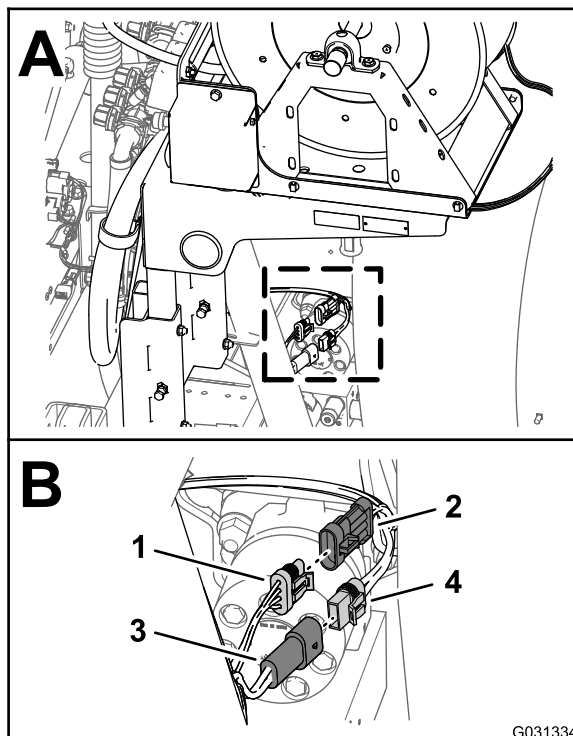

Bild 10
1. Suchen Sie am Heck der Maschine den Kabelbaum für die schwenkbare Schlauchtrommel an der Rückseite des Sprühbehälters (**Bild 10**).
2. Ziehen Sie den 2-Buchsen-Stecker des Kabelbaums für die elektrische Schlauchtrommel vom 2-Stift-Stecker des hinteren Hauptkabelbaums ab (**Bild 10**).
3. Ziehen Sie den 3-Stift-Stecker des Kabelbaums für die elektrische Schlauchtrommel vom 3-Stift-Stecker des hinteren Hauptkabelbaums ab (**Bild 10**).